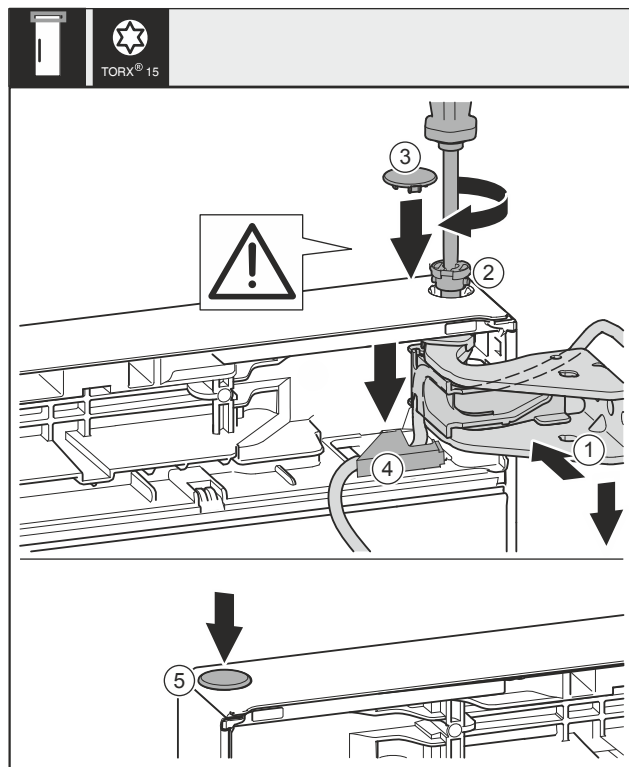

Fig. 44
- ▶ Fent igazítsa a csapágybak Fig. 44 (1) nyílásához az ajtót.
- ▶ Helyezze be a csapszeget Fig. 44 (2), és húzza meg csavarhúzóval.
- ▶ Szerelje fel az ajtót biztosító biztonsági fedelet: Helyezze fel a biztonsági fedelet Fig. 44 (3), és ellenőrizze, hogy felfekszik-e az ajtóra. Egyébként a csapszeget teljesen helyezze be.
- ▶ Helyezze be a fedelet Fig. 44 (4), és nyomja le, míg a helyére nem pattan.
- ▶ Helyezze be a dugót Fig. 44 (5).